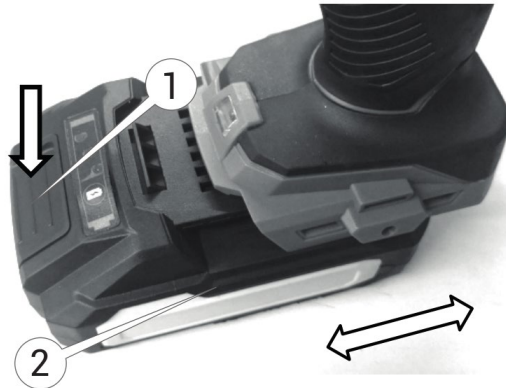

Рисунок 3. Схема під'єднання та від'єднання акумуляторної батареї.
3. Виконати під'єднання батареї, як зображено на рис. 3: поєднати виступи на батареї (2, рис. 3) із пазами на корпусі виробу (9, рис. 1) та із невеликим зусиллям посунути її до появи характерного звуку фіксації батареї на своєму робочому місці у виробі. Не рекомендовано докладати
4. Для від'єднання акумуляторної батареї натиснути на кнопку на передній частині акумуляторної батареї (1, рис. 3) та вийняти її з корпусу виробу.